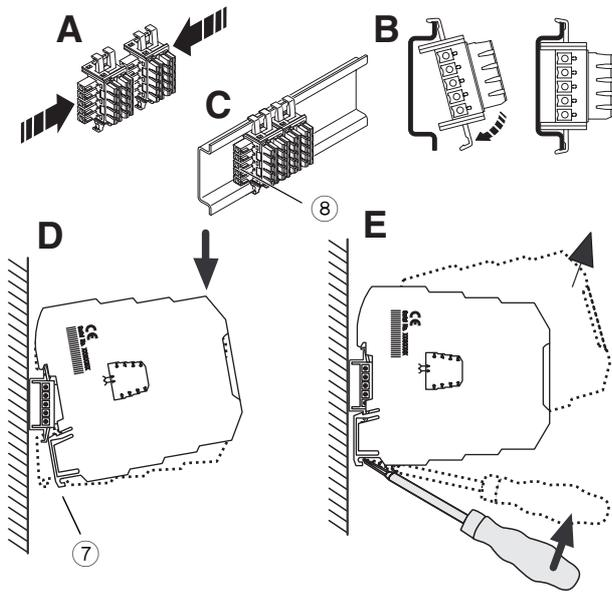

Figure 5 Montage/démontage
Pied encliquetable (Figure 5, ⑦) en bas et élément enfichable (Figure 5, ⑧) à gauche.
- Placer d'abord le connecteur-bus pour rail sur le rail pour ponter l'alimentation en tension (voir Figure 5).